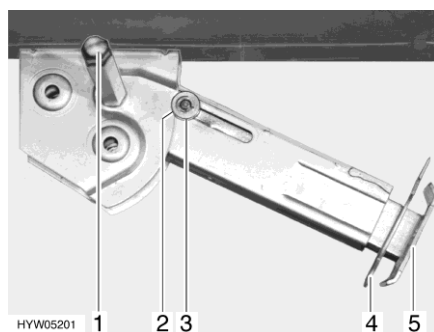

Bild 27 Stödben
- Placera hylsnyckeln på sexkanten (Bild 27,1) och vrid runt den tills stödbenet står rakt neråt.
- Drag ut sprinten (Bild 27,4) ur stödbensförlängningen (Bild 27,5).
- Placera hylsnyckeln på sexkanten (Bild 27,1) och vrid runt den tills stödbenet inte längre sitter mot marken.
- Skjut in stödbensförlängningen (Bild 27,5) helt och sätt in sprinten (Bild 27,4) i borrhålet på stödbensförlängningen.
- Vrid på sexkanten (Bild 27,1) med hylsnyckeln tills stödbenet har svängts upp och styrbrickan (Bild 27,3) befinner sig längst upp i skåran (Bild 27,2).